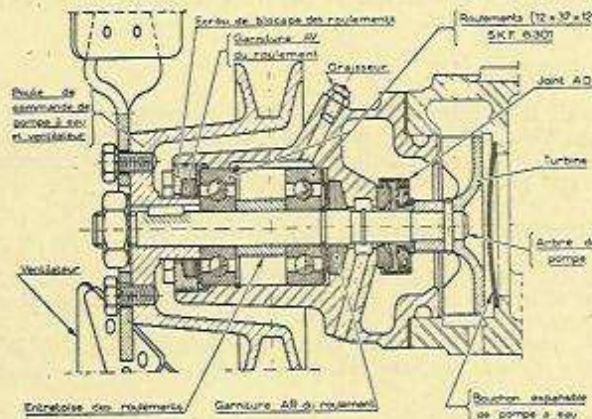

Fig. 24. — Pompe à eau.
- Retirer la turbine et le joint d'étanchéité AD (fig. 24).